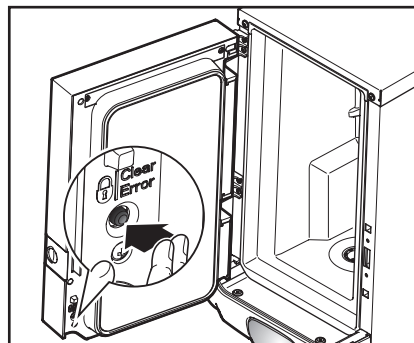

Fig. 22
2. Trykk LÅS/Slett Feil bryteren for å sperre tapping av drikkevarer (fig. 22).
3. Lås opp automaten ved å trykke LÅS/Slett Feil bryteren igjen for å aktivere tapping av drikkevarer (fig. 22).